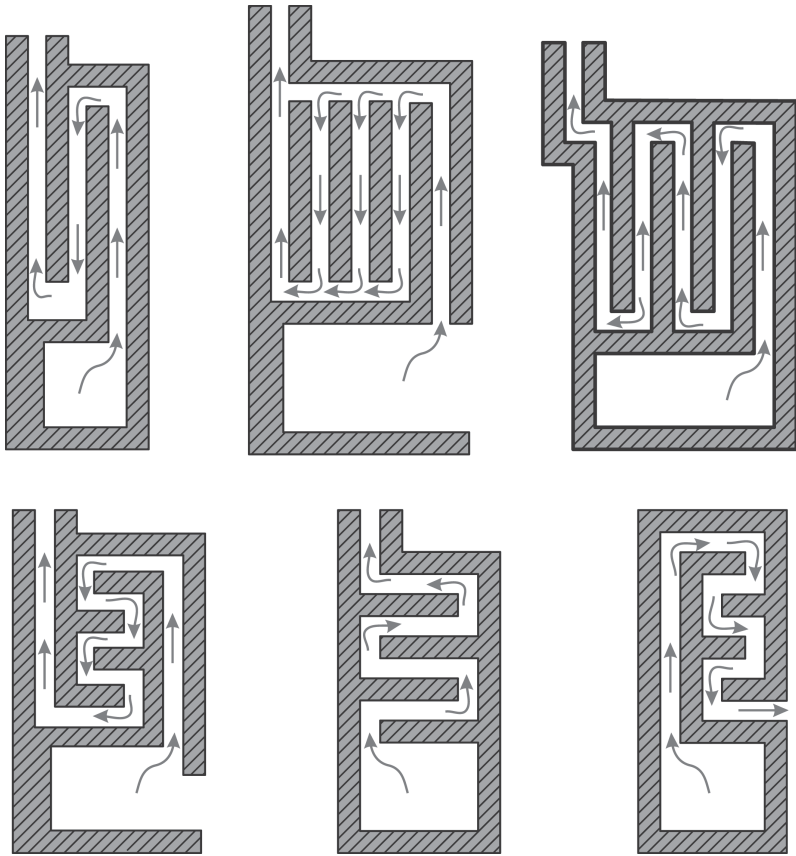

Рис. 1.1. Схемы, по которым газы двигаются по каналам, весьма многообразны
- Схемы, в которых дымовые газы движутся по каналам, соединенным последовательно, применяемые в настоящее время (рис. 1.1):